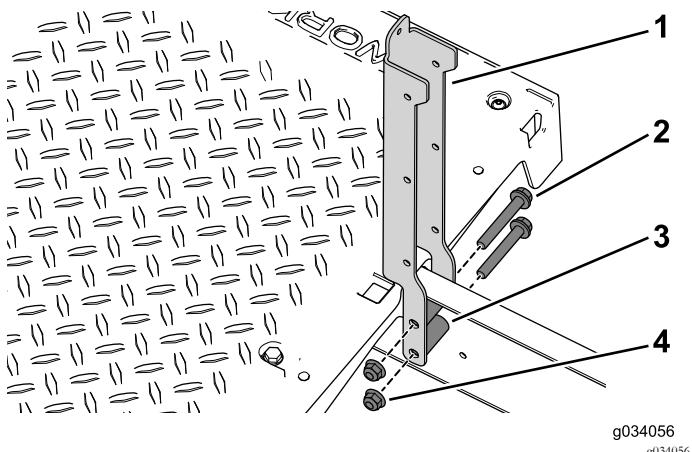

Figure 39
3. Fixez les supports de siège gauche et droit sur la machine à l'aide des 4 boulons (3/8" x 2 1/2"), entretoises et écrous à embase (Figure 39).